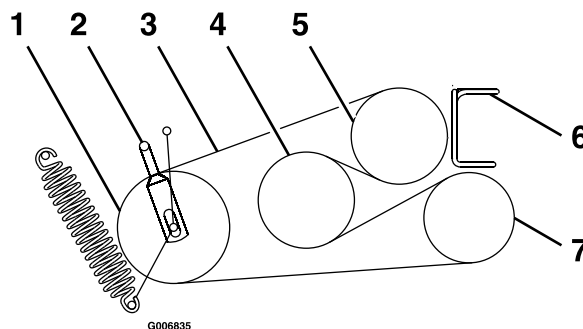

Figura 51
- Aflobe las guías de la correa **A** y **B** (Figura 51).
- Enrute las correas nuevas alrededor de las poleas, según se muestra en Figura 51.